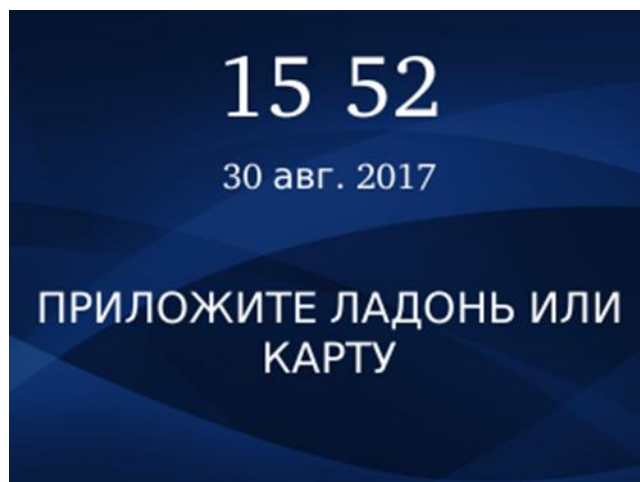

Рисунок 22 – Экран терминала в режиме «Ладонь или карта»
- **Ладонь или карта** (см. рисунок 22)